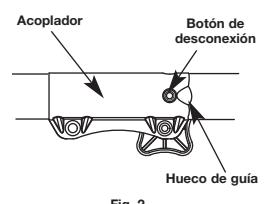

Fig. 2
2. Oprima y sostenga oprimido el botón de liberación (Fig. 2).
NOTA: La alineación del botón de desconexión con la guía ayuda en la instalación (Fig. 2).